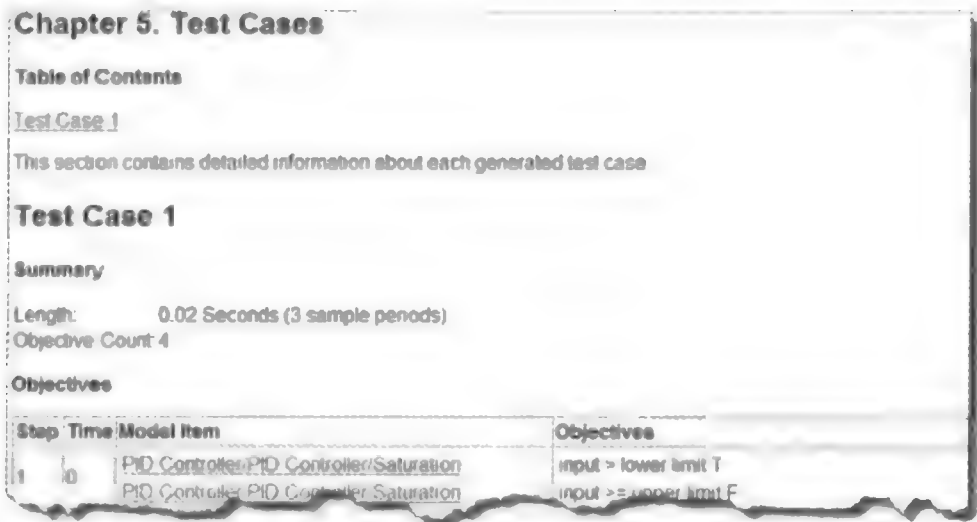

图 9.5.38 第 5 节 Test Cases
(5) 第 5 节 Test Cases 列出了各个测试用例的目标模块以及测试效果,如图 9.5.38 所示。